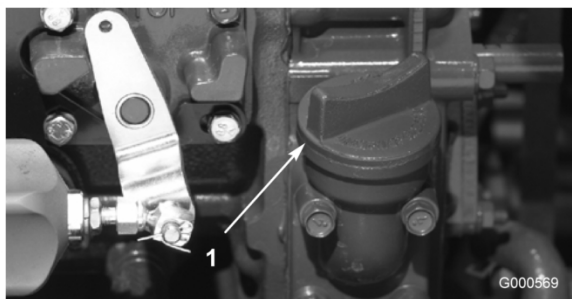

Figure 11
4. Si le niveau n'atteint pas le repère du plein, enlevez le bouchon de remplissage (Figure 11) et faites l'appoint jusqu'à ce que le niveau correct soit atteint. **Ne remplissez pas excessivement.**